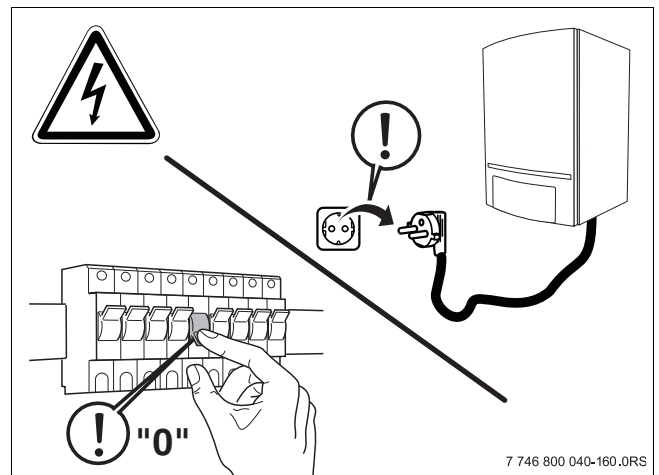

Fig. 77 Togliere la corrente dall'impianto di riscaldamento
- ▶ Togliere la corrente all'impianto di riscaldamento agendo sull'interruttore d'emergenza dell'impianto (→ fig. 77) o interrompere l'alimentazione elettrica mediante l'apposito dispositivo di sicurezza della casa.